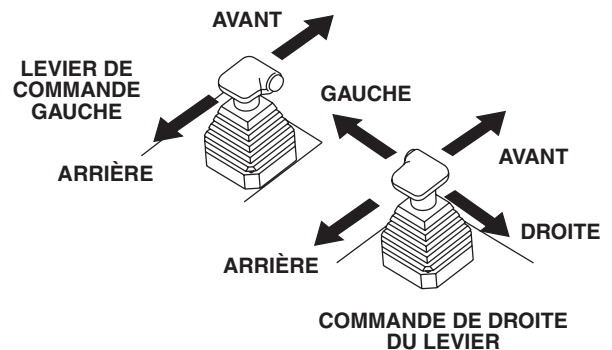

Figure 14. Leviers de commande gauche et droit
Deux leviers de commande (figure 14) situés à droite et à gauche du siège de l'opérateur servent à commander la direction de la truelle. Le tableau 4 illustre les différentes positions directionnelles des leviers de commande et leur effet sur la truelle.
2. Pousser les leviers de commande gauche et droit vers l'avant. Voir figure 14